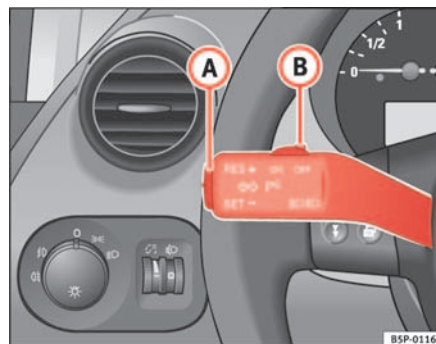

Fig. 143 Palanca de intermitentes y de luz de carretera: mando y tecla basculante para el regulador de velocidad
- Cuando se haya alcanzado la velocidad que se quiere programar, pulse brevemente la parte inferior de la tecla basculante **SET** ⇒ fig. 143 **A** una vez.